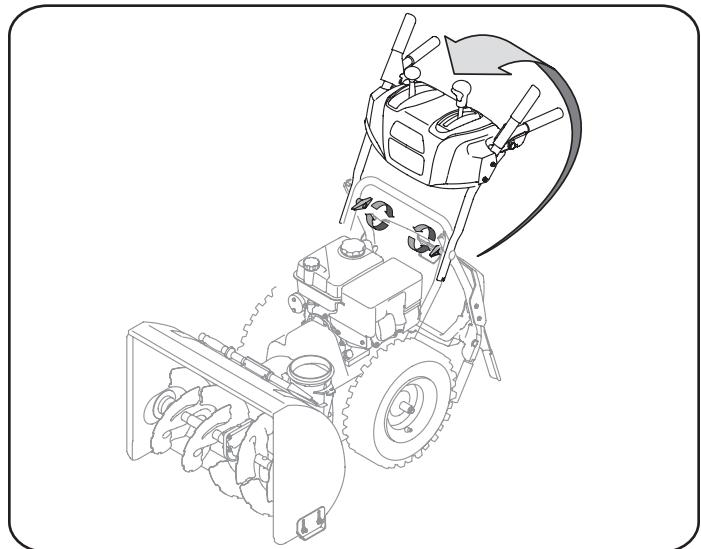

Figura 1
- b. Tire hacia arriba y hacia atrás de la manija superior, tal y como se muestra en la figura 1. Cuando usted levanta el mango hacia arriba, asegúrese que ambos finales del cable de centro son colocados correctamente en los soportes. Alinee la manija superior con la manija inferior.
3. Sitúe control del canal en una posición centrada. Vea la figura 1.